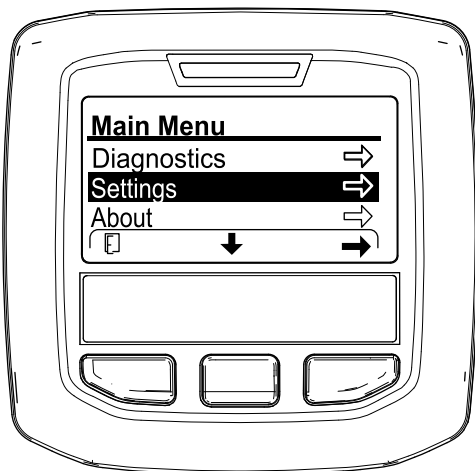

图 122
2. 在 InfoCenter 信息中心内导航至 MAIN MENU 主菜单 图 122。